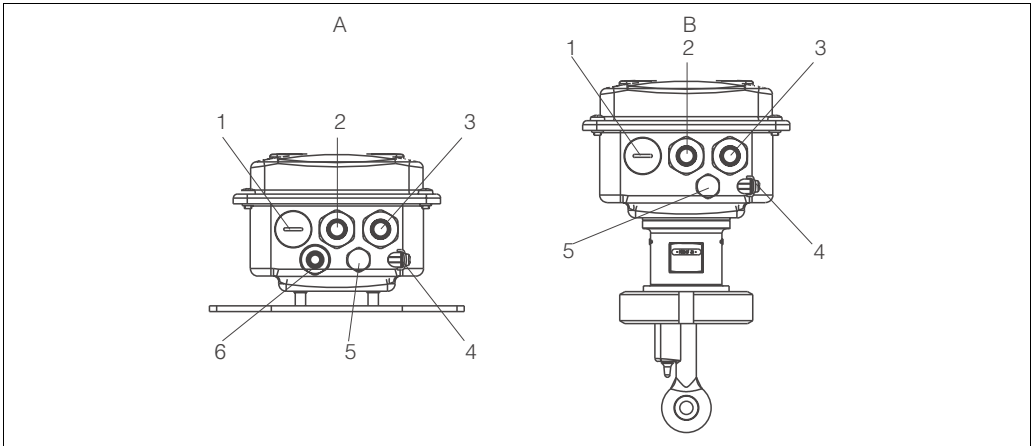

Fig. 17: Asignación de bornes de los prensaestopas del Smartec S CLD132
3. Pase los cables por los prensaestopas para introducirlos en la caja conforme a la asignación de bornes ilustrada en la Fig. 17.